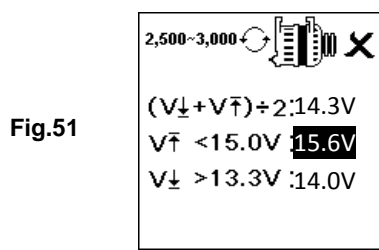

Fig.51
6. Se i volt di carica minima o massima non rientrano nel campo di tensione, verrà visualizzata una delle schermate seguenti (Fig.51 e 52) e verrà evidenziato quale richiede di controllare il sistema di carica per l'errore.